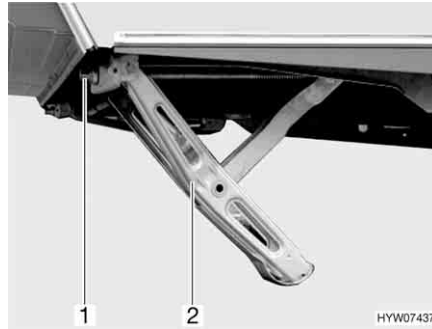

Fig. 20 Piedini di stazionamento a manovella (abbassato)
- Inserire la manovella in dotazione di serie nell'esagonale (Fig. 20,1) del piedino di stazionamento a manovella (Fig. 20,2).